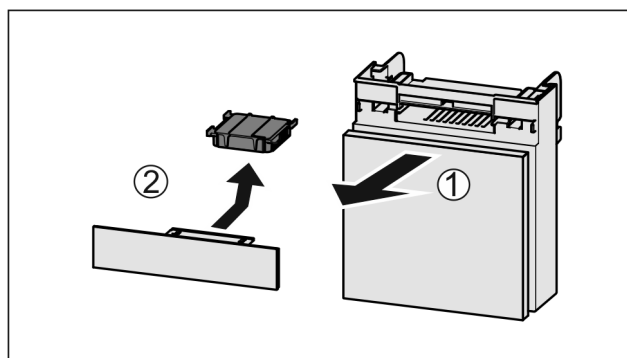

Fig. 152
- ▶ Vytiahnite zásuvku smerom dopredu Fig. 152 (1).
- ▶ Vyberte aktívny uhlíkový filter Fig. 152 (2).